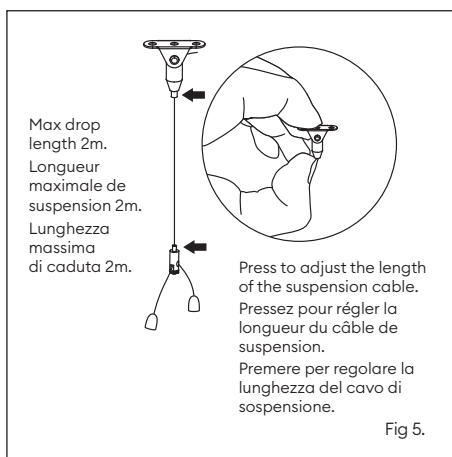
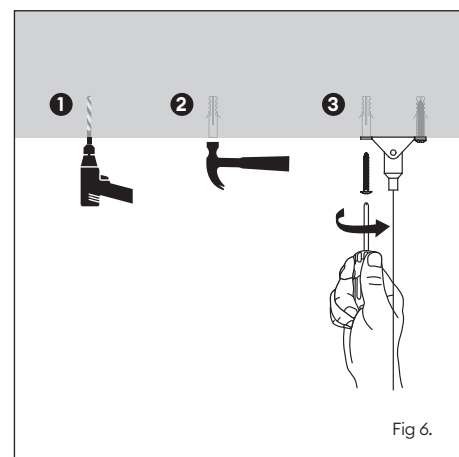

Fig 5.
Fig 6.
2. Attach suspension cables to ceiling using supplied fixings, if using the supplied wall plugs, drill Ø 6mm holes (Fig 6) and set desired suspension length (Fig 5).
2. Fixez les câbles de suspension au plafond à l'aide des fixations fournies. Si vous utilisez les chevilles murales fournies, percez des trous de Ø 6 mm (fig. 6) et réglez la longueur de suspension souhaitée (fig. 5).